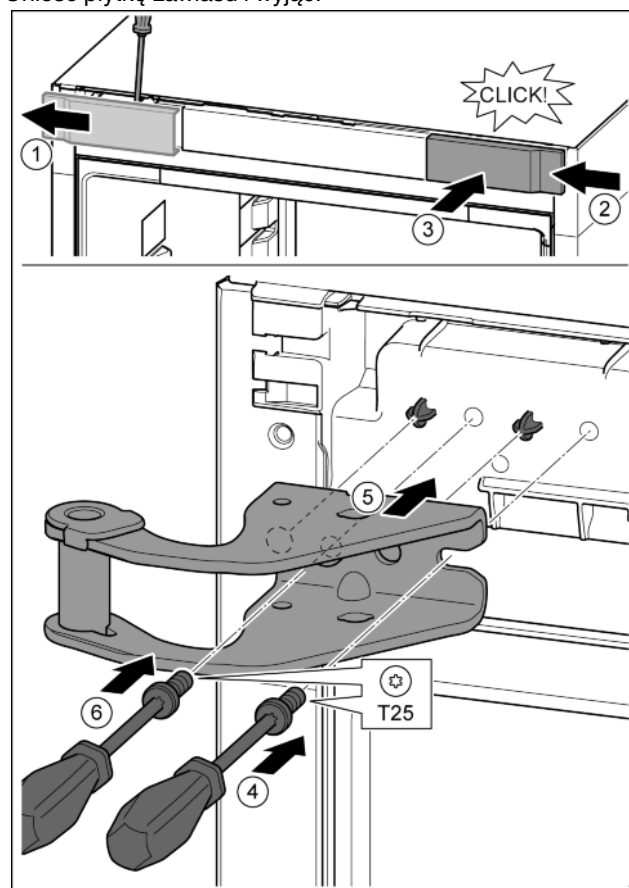

Fig. 14
- ▶ Za pomocą śrubokrętu zwolnić osłonę i zdjąć w bok. Fig. 14 (1)
- ▶ Osłonę obrócić o 180° założyć z drugiej strony od prawej. Fig. 14 (2)
- ▶ Zazębić osłonę. Fig. 14 (3)
- ▶ Śrubę założyć przy pomocy śrubokręta T25. Fig. 14 (4)
- ▶ Założyć górną płytkę zawiasu. Fig. 14 (5)
- ▶ Dokręcić śrubę. Fig. 14 (4)
- ▶ Śrubę założyć przy pomocy śrubokręta T25 i mocno dokręcić. Fig. 14 (6)